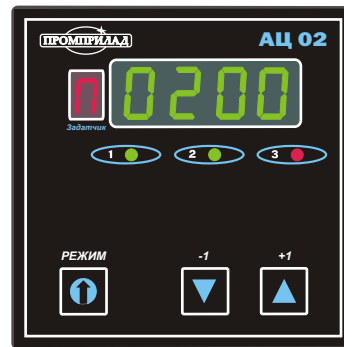

Рисунок 2
7.2 Для того, чтобы войти в режим конфигураций, необходимо нажать кнопку "РЕЖИМ", и удерживать ее в течение 20 секунд (до появления буквы П (программирование) в первой декаде - указателе номера задатчика (Рисунок 2). После чего отпустить кнопку режим и на ЦИ выветится указатель номера задатчика (наименьшая декада ЦИ) и значение соответствующего задатчика, состоящее из четырех декад (Рисунок 2). Повторными нажатиями кнопки "РЕЖИМ" установить номер соответствующего задатчика, после чего кнопками "+1" или "-1" установить необходимое его значение.